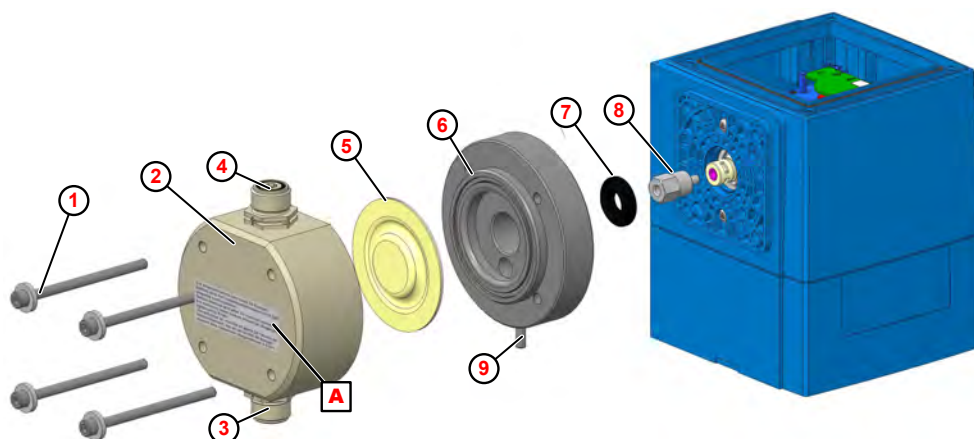

Bild 105: Byte av pumphuvudet, membran och skyddsmembran
1. Skruva av sug- och tryckventil (Bild 105 , ③ och ④).
2. Lös och ta ut pumphuvudskruvarna ① .
3. Ta av pumphuvudet ② .
4. Skruva ut membranet ⑤ .
5. Lyft av mellanplattan ⑥
6. Dra av skyddsmembranet ⑦ .
8. Lägg i mellanplattan så att membranbrottsutloppet ⑨ pekar nedåt.